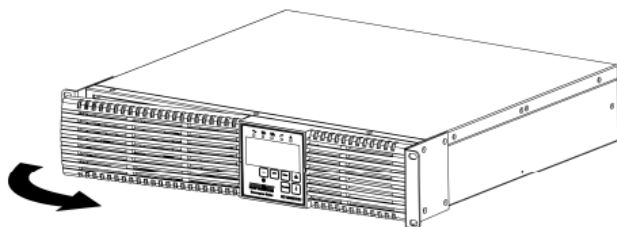

FIGURE 1
6. Saisissez le couvercle du compartiment à piles sur le côté gauche, tirez-le vers l'extérieur puis mettez-le de côté (FIG. 1).